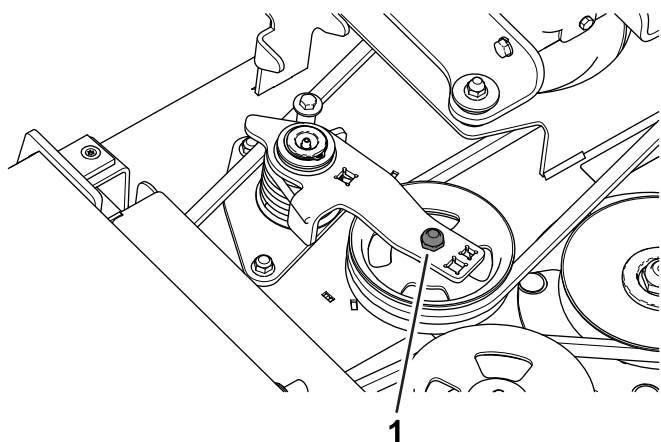

Figura 28
3. Con una chiave dinamometrica o uno strumento simile, allontanate la puleggia tendicinghia (Figura 28) dalla cinghia di trasmissione per allentare la tensione della cinghia e staccarla dalla puleggia degli ingranaggi.